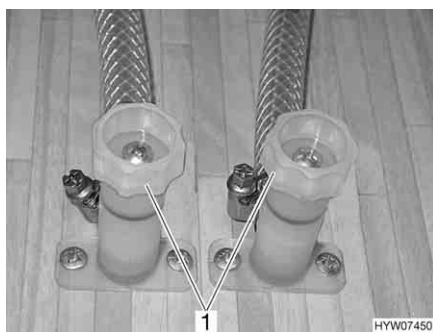

Fig. 130 Rubinetti di scarico
- Chiudere i rubinetti di scarico. Ruotare i coperchi (Fig. 130,1) in senso orario. L'ubicazione dei rubinetti di scarico è riportata nella tabella "Posizione dei rubinetti di scarico" alla fine del presente capitolo.